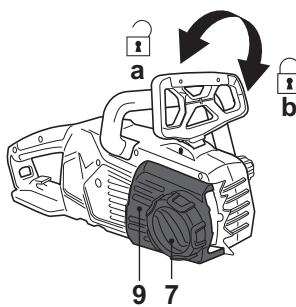

Fig. 1
- > Desserrez le couvercle [9] en tournant la molette de verrouillage [7] dans le sens inverse des aiguilles d'une montre (Fig. 1, a), puis ôtez-le.